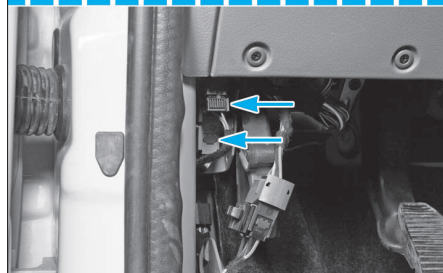

FIG. 70
- Déposer du côté concerné, l'enjoliveur (1) (Fig.70).
- Débrancher le(s) connecteur(s) des câbles venant de la porte AV (Fig.70).